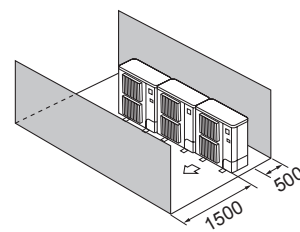

Fig. 2-15
- ④ Obstáculos apenas na parte da frente e de trás (Fig. 2-15)